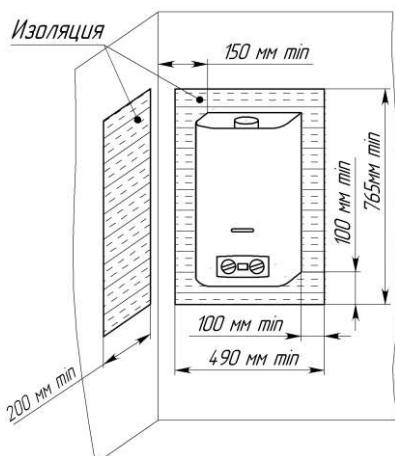

Рис. 4. Установка аппарата на трудносгораемых стенах
7.1.6. Допускается установка аппарата на трудносгораемых стенах при условии изоляции стены оцинкованным листом толщиной 0,8...1 мм по листу базальтового теплоизоляционного картона БТК толщиной 3...5 мм. Изоляция стены должна выступать за габариты корпуса аппарата не менее чем на 100 мм с каждой стороны (см. рис. 4).